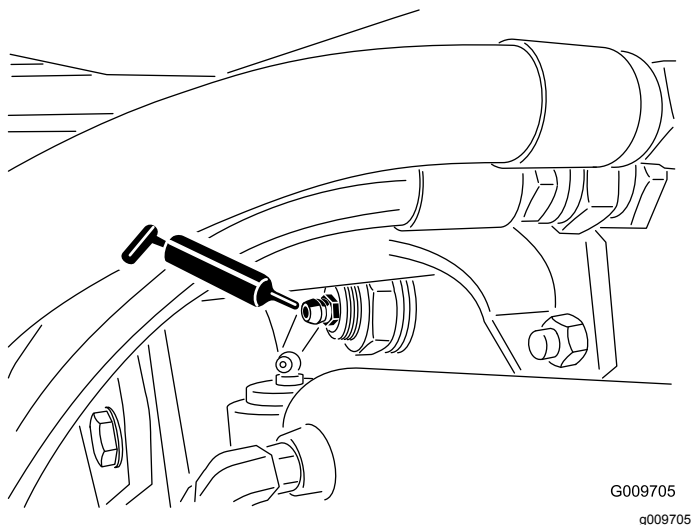

Figure 42
- Bagues de pivot de pont arrière (2) (Figure 42).